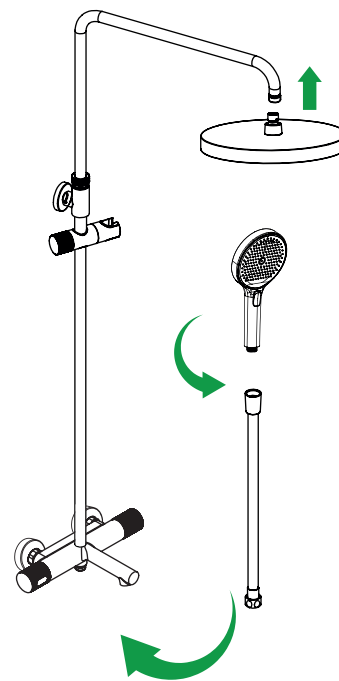

Рис. 2 / 2-сур.
1. Отключите систему холодного и горячего водоснабжения. Ввинтите эксцентрисические переходники (см. рис. 2) в выходы трубопроводов системы водоснабжения, предварительно уплотнив резьбовую часть изоляционным материалом. Подберите положение эксцентрисических переходников, при котором они совпадут и будут соответствовать присоединительному положению смесителя. При этом положение смесителя должно быть горизонтальным.
3. Установите стойку для душа (рис. 2). Отрегулируйте ее, выбрав необходимую высоту для комфортного использования. С помощью входящего в комплект крепежа установите и зафиксируйте верхний держатель стойки. Установите верхнюю душевую насадку.
2. Правая ручка смесителя используется для включения / выключения смесителя и регулировки напора воды (рис. 2).